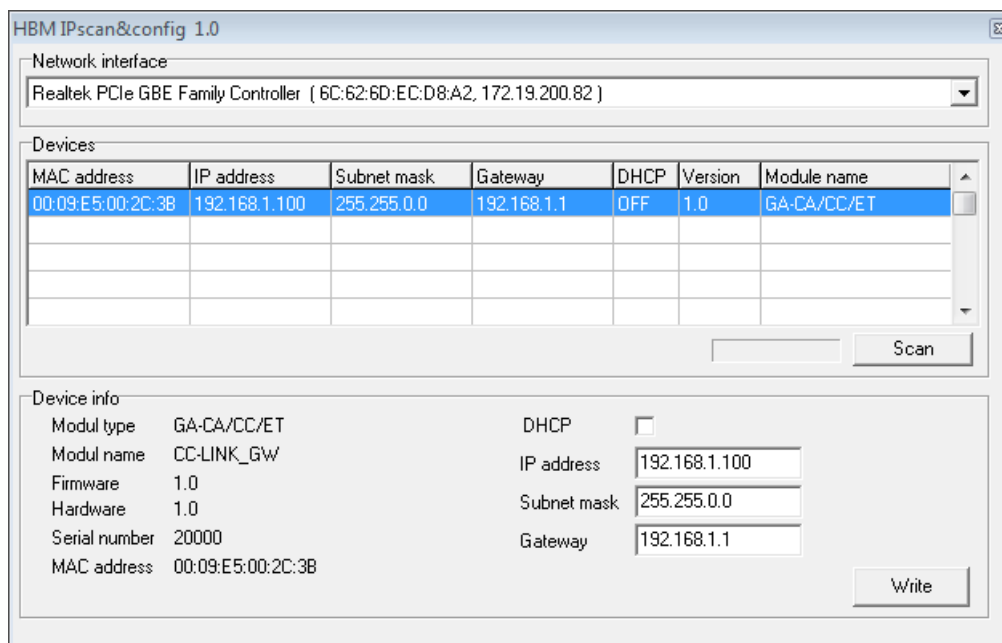

Abb. 4.2: Fenster **HBM IPscan&config** mit Gateway nach einem Scan
Das Fenster „HBM IPscan&config“ wird geöffnet (siehe Abb. 4.2).
7. Klicken Sie auf **Scan**, um alle verfügbaren Gateways suchen zu lassen. Die gefundenen Gateways werden in einer Liste angezeigt (Abb. 4.2). Bei dem Scan werden auch Gateways gefunden, die Netzwerkadressen aus einem anderen Bereich (Netzwerksegment) haben als das verwendete Netzwerk (im Beispiel hat der PC die IP-Adresse 172.19.200.82).